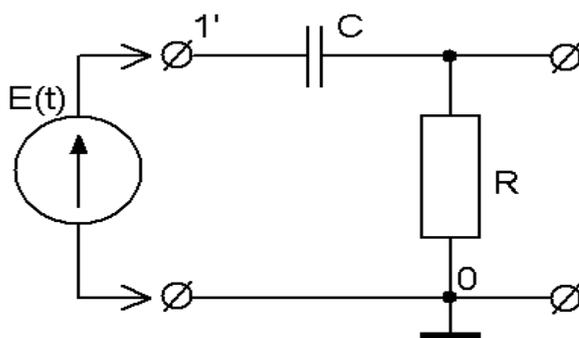

Рисунок 14 – Схема четырехполюсника дифференцирующего типа
1. Собрать схему RC цепей дифференцирующего типа из элементов стенда (рисунок 14).